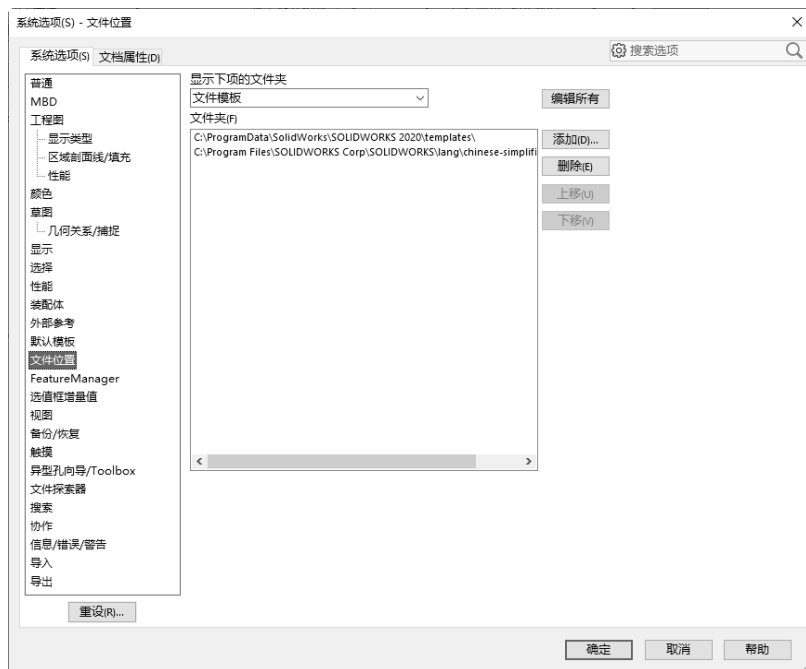

图 1-25 “文件位置”选项设置对话框
- ☑ 设置文件位置。该选项主要用来定义组成设计文件的一些系统文件，如“文件模板”“材料明细表模板”等。单击“系统选项”选项卡中的“文件位置”选项，如图 1-25 所示。通过该选项可以将系统默认的“文件模板”“材质数据库”“纹理”“设计库”“图纸格式”“材料明细表模板”等的存放位置设置为自定义的位置。